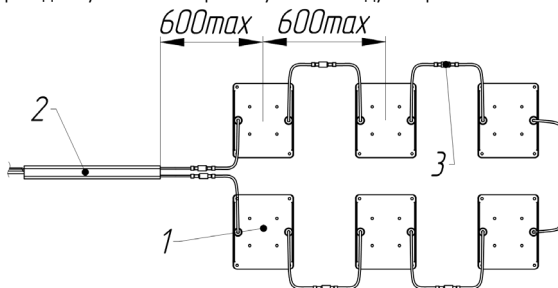

Рисунок 2 — Комплект светильников Geniled Griliato Tetriz (на примере Комплекта 60Вт).
Комплект светильников Geniled Griliato Tetrис состоит из основных частей (см. рисунок 2):
5.5. Светодиодные модули соединены между собой при помощи проводов с коннекторами типа «Папа-Мама». Максимальное расстояние между центрами светодиодных модулей 600мм (см. рисунок 2). При необходимости увеличения расстояния между светодиодными модулями и между модулями и блоком питания необходимо использовать соединительный провод Geniled 1м (или 2м) с коннекторами «Папа-Мама» (приобретается отдельно). На одно соединение можно устанавливать не более одного соединительного провода.